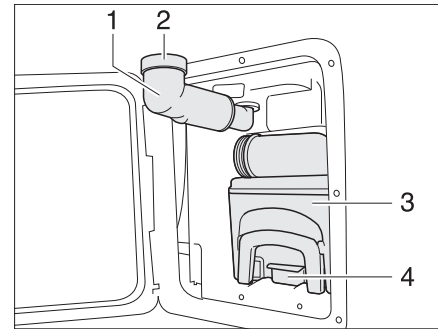

Fig. 143 Cassette Thetford
- Girar hacia fuera el tubo de llenado de agua potable (Fig. 143,1).
- Retirar la tapa roscada (Fig. 143,2).